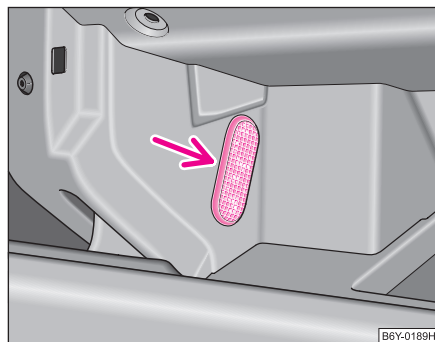

Fig. 179 Demontarea lămpii din compartimentul de depozitare de pe partea pasagerului din dreapta
- Introduceți un cuțit sau alt obiect asemănător lateral între lampă și torpedou ⇒ fig. 179. Ridicați cu atenție lampa.